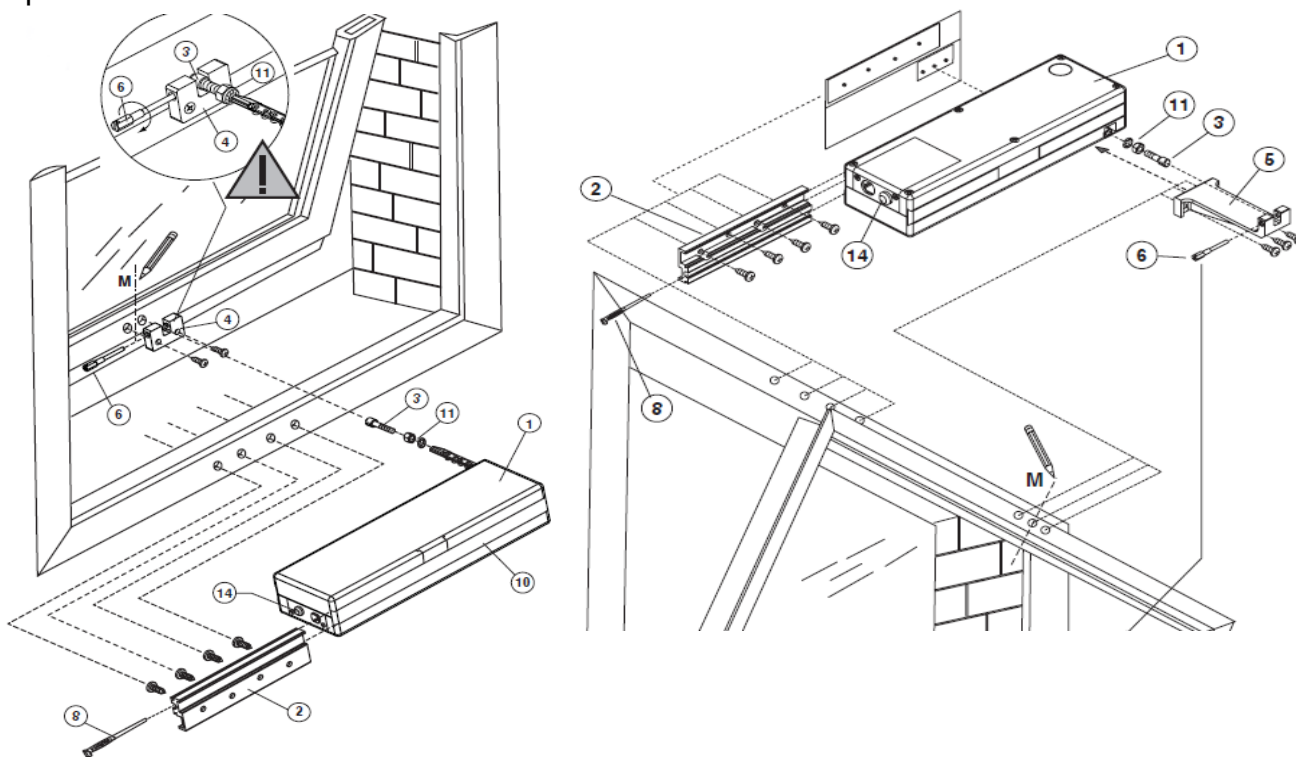

Рис.2 Схемы монтажа
Монтаж привода (рис.2 и рис.3)
1. Отметить место монтажа привода (если идёт монтаж одного привода то $\frac{1}{2}$ створки, если двух то $\frac{1}{4}$ створки) и наклеить шаблон (9).
3. Закрепить кронштейны привода (2) и кронштейн створки (5 для внутреннего открывания или 4 для внешнего открывания) самонарезными винтами (7) на раме и створке соответственно. Если винты короткие (для ПВХ и Дерева) необходимо применить винты соответствующей длины, для обеспечения надёжного крепления.
4. Надеть привод (1) на кронштейн (2)
5. Накрутить гайку стопорную (11) и одеть шайбу на винт регулировочный (3)
6. Соединить Винт регулировочный (3) с кронштейном створки (5 для внутреннего открывания или 4 для наружного открывания) с помощью стопорного винта (6) как показано на рис.2..
8. Отрегулируйте прижим створки к раме путём удлинения или уменьшения длины цепи с помощью регулировочного винта (6) рис.2.